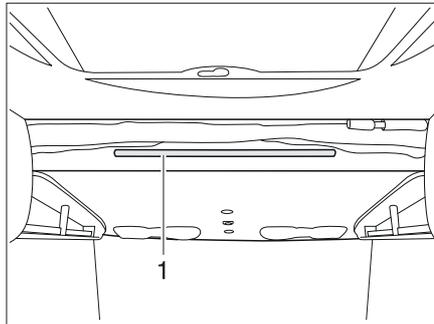

Bild 135 Hubbett elektrisch
- Die Aufstiegsleiter mit den beiden Bügeln in die Haltstange (Bild 135,1) am Hubbett einhängen.